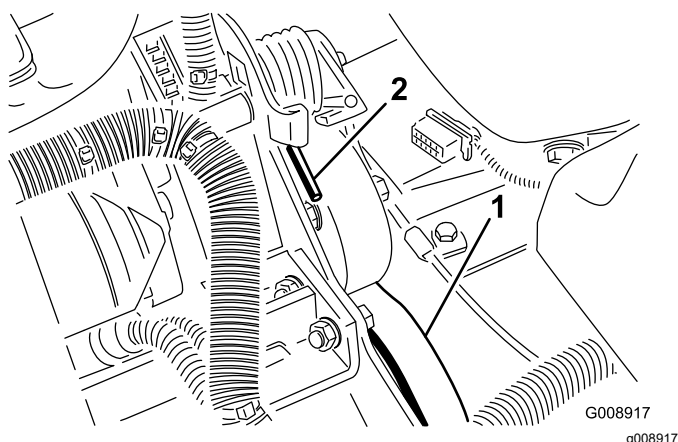

Figura 74
3. Empuje hacia adelante y hacia abajo sobre el extremo del muelle (Figura 74) para desengancharlo del soporte y liberar la tensión.